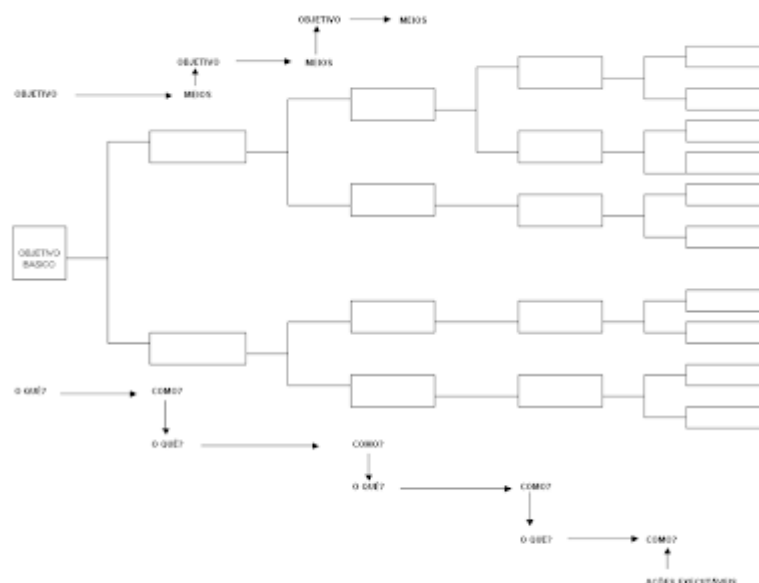

Figura 1 – Método para construção de um diagrama de árvore (desdobramento de medidas)
- Fazer uma revisão final da árvore constituída (Figura 1).